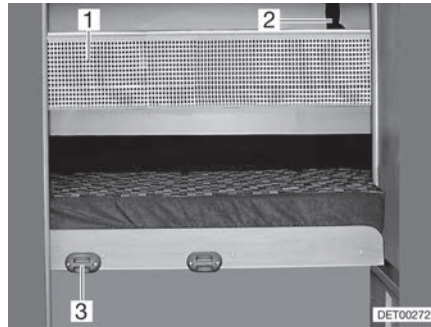

Fig. 78 Filet de sécurité
*Accrocher :* ■ Accrocher l'échelle de montée par les longerons sur le bandeau (Fig. 78,3) installé sur le cache.
**Filet de sécurité** Le filet de sécurité (Fig. 78,1) de série est rangé entre le matelas et le sommier à lattes. Ne tendre le filet de sécurité qu'une fois que la personne se trouve dans le lit.
*Tendre :* ■ Faire s'enclencher les sangles de retenue (Fig. 78,2) dans les œillets du plafond.